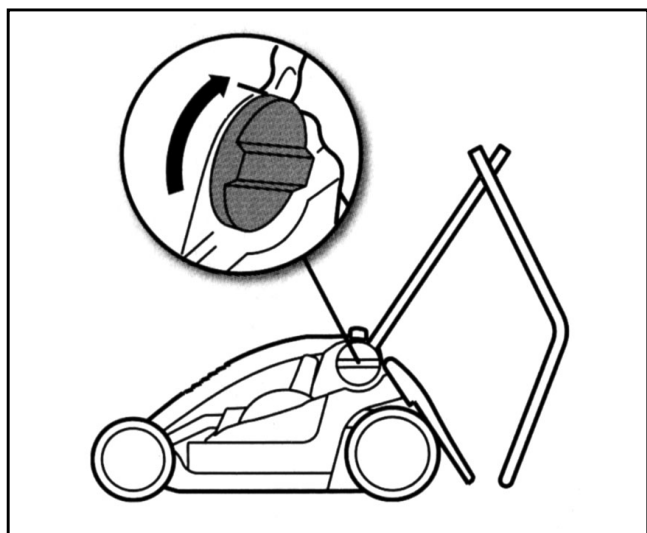

Fig. 1
- Dépliez le guidon et fixez la partie inférieure en serrant bien les boutons (Fig. 1).
- Despliegue el manillar y fije la parte inferior apretando bien los botones (fig. 1).
- Desdobre o guiador e fixe a parte inferior apertando bem os botões (fig.1).